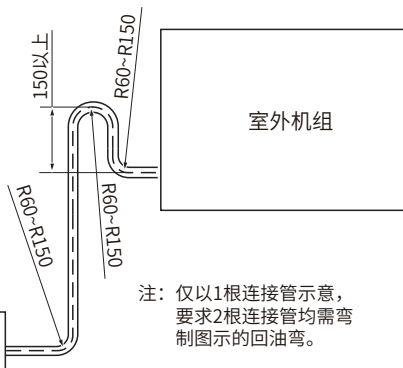

图20-2
3. 室外机比室内机高时必须将制冷剂管弯制“回油弯”。（图20-2）